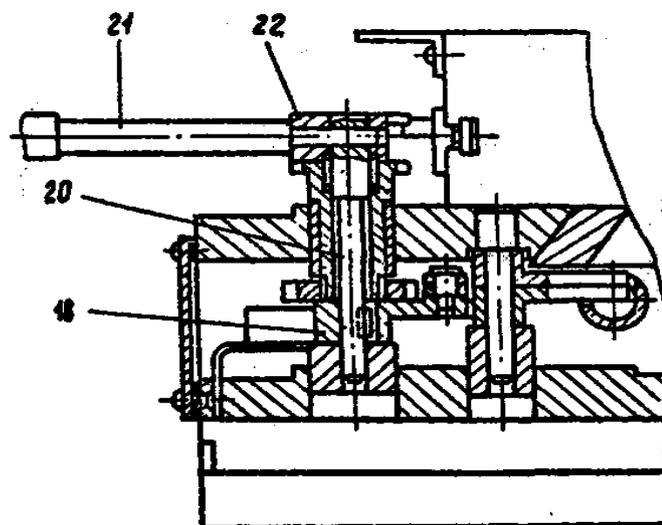

Рис. 29. Разрез по рукоятке включения продольной подачи
**6.17. Механизм включения продольной подачи** (рис. 29) осуществляет включение кулачковой муфты продольного хода, а также включение, выключение и реверсирование электродвигателя подач.
На ступице 22 (см. рис.29) рукоятки продольного хода имеются выступы, на которые воздействуют кулачки ограничения продольного хода.